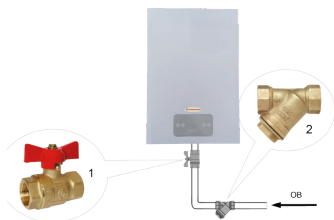

Рис. 17 Монтаж труб системы отопления
Для осуществления ТО электродота, перед присоединительными патрубками котла установить запорные краны, которые должны быть расположены так, чтобы их поворотные ручки были доступны (См. Рис. 17).
- Настоятельно рекомендуется на обратном трубопроводе СО, на входе теплоносителя в электродотёл установить косоу сетчатый фильтр для очистки ОВ от нежелательных примесей и отложений (См. Рис. 17). Рекомендуется устанавливать фильтр с сеткой (фильтрующим элементом), у которой размеры ячеек 300-500 микрон.